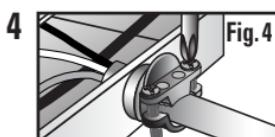

Fig. 4
- 4 **Fig. 4**  Una vez que el ensamblaje esté asegurado en el gabinete, reemplace la cubierta del compartimiento de cables (**Fig. 4**). Enchufe el cable de alimentación para finalizar la instalación.
Inserte la conexión flexible o el cable NM a través del aliviador de tensión y apriete la abrazadera hasta que esté firme. Asegúrese de que el cable tenga la longitud suficiente para la conexión (Fig. 4).